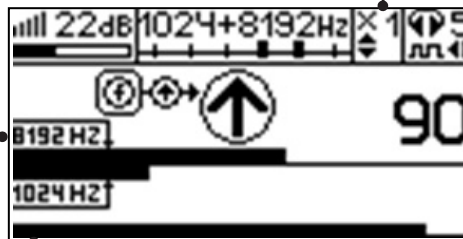

Рис. 8.4
4. «Назначение» производится нажатием кнопки **f** при расположении датчика точно над «выделенной» коммуникацией, считающейся «своей». После этого указатель направления сигнала приобретает вид (↓). При переходе на «чужую» коммуникацию с другим «направлением сигнала» (или при изменении положения датчика на «обратное») раздастся звук и стрелка покажет «направление сигнала - назад (↓)» (рис. 8.4)
Методика: Производя трассировку с применением ЭМД на низкой активной частоте (512Гц / 1024Гц) (**см. раздел активный трассопоиск**), наблюдать за уровнем сигнала. Локальное повышение и резкое уменьшение уровня указывают на вероятность наличия дефекта изоляции. (**рис. 8.4**) При этом величина сигнала может меняться по различным причинам: положение датчика, глубина залегания кабеля, наличие мешающих конструкций. Поэтому таким методом можно обнаружить лишь «низкоомные» дефекты сопротивлением менее 1кОм.